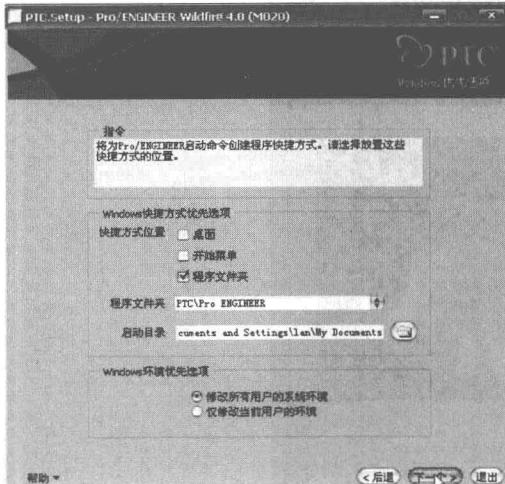

图 1-20
(13) 系统弹出如图 1-20 所示的对话框，可以配置 Windows 各选项，按【下一个】；